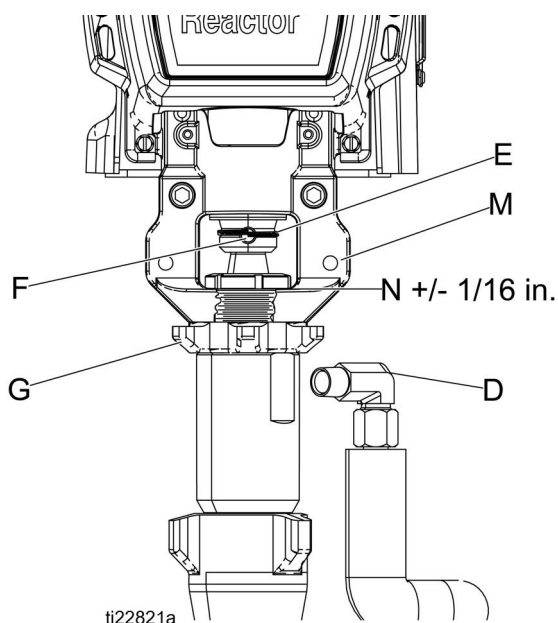

FIG. 3
1. Accertarsi che il controdado (G) sia avvitato sulla pompa con il lato piatto rivolto verso l'alto. Avvitare la pompa nell'alloggiamento del cuscinetto (M) fino a che i fori dello spinotto non sono allineati. Spingere lo spinotto (F) verso l'interno. Tirare verso il basso il fermo di ritenzione (E) del filo. Vedere la FIG. 3 per note sulla visualizzazione e il montaggio.
2. Continuare ad avvitare la pompa nell'alloggiamento finché l'uscita (D) del fluido non è allineata al tubo di acciaio e le filettature di testa non sono a ± 2 mm (1/16 in.) dalla faccia del cuscinetto (N).
3. Serrare il controdado (G) colpendolo con decisione con un martello che non produce scintille.
4. Ricollegare l'ingresso (C) e l'uscita (D) del fluido.